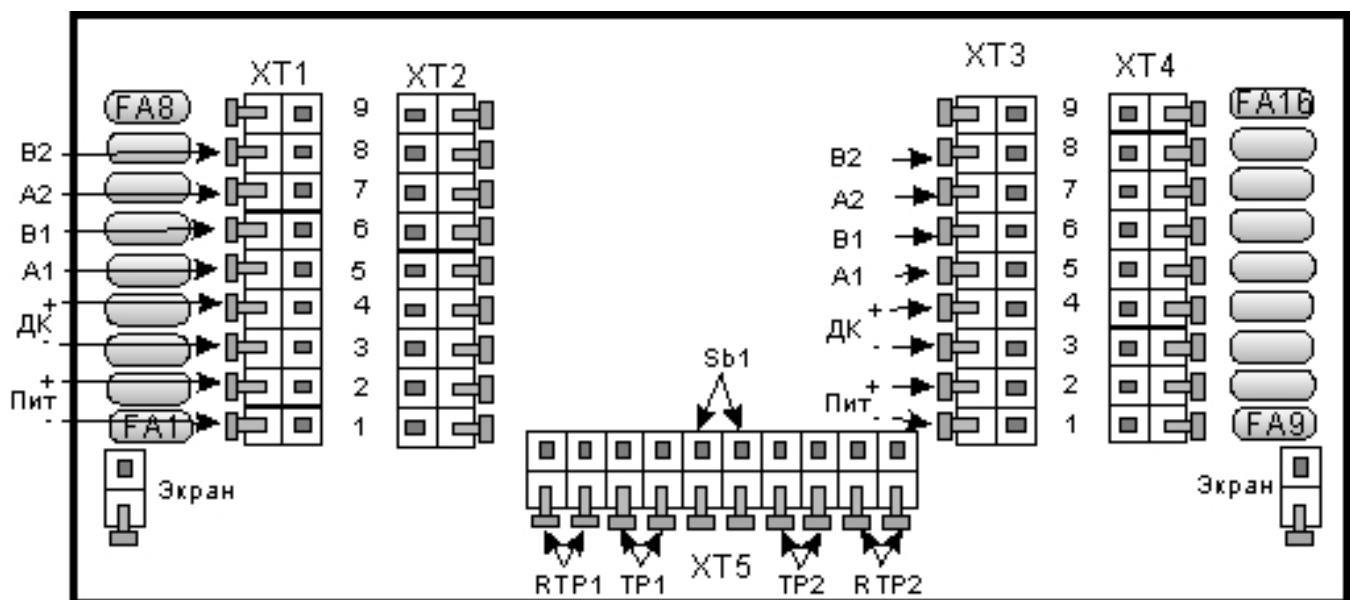

Рис.4
4.2. Разметка для крепления КСУМ на поверхностях (стена, заграждение и т. д.) приведена на рисунке 3. Расположение вводов на рис. 4.
жимам на плате (см. Рис.4) с обратной стороны шасси (контакт раскрывается при нажатии на соответствующий рычажок). Проводники проводящих оболочек подключить к зажимам обозначенным «Экран» или «L». К зажимам транслирующим линии питания («±Пит») и дистанционного контроля («±ДК») подключить соответствующие проводники кабелей. Одноименные зажимы «А1» («В1», «А2», «В2») соединены между собой и предназначены для трансляции линий требующих ответвлений (отводов) к подключаемым к «Гр.1» и «Гр.2» извещателям. Если используется дополнительная плата (КСУМ-40), подключить остальные токопроводящие жилы кабелей к ее контактам и закрепить плату на шасси с помощью соответствующих винтовых соединений.